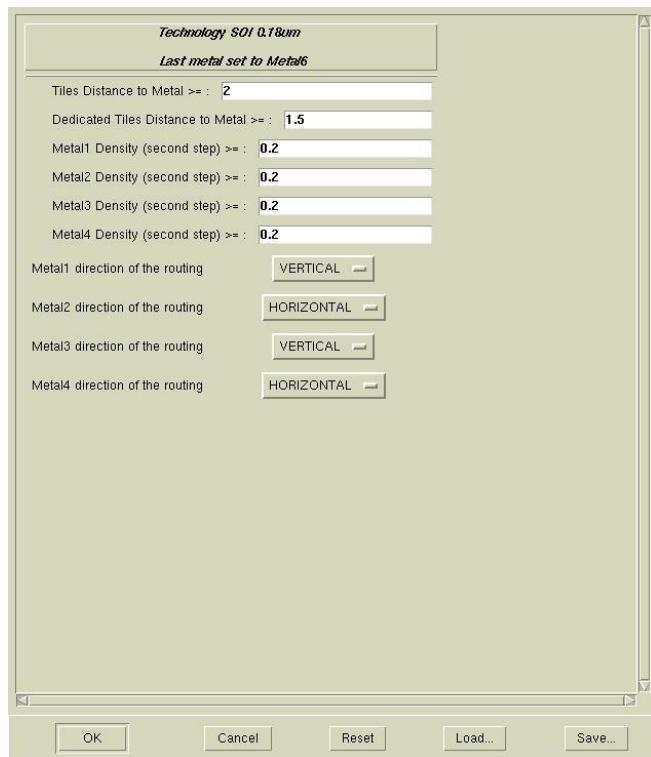

Рис. 12.2. Конфигурационное окно Calibre для “DRC Dummy”.
- 3) В открывшемся окне “New Configuration” нажать кнопку “Use Template...” и в появившейся форме выбрать “spectre” для поля “Name” (рис. 12.2).
- 2) После выбора *Run Dummy Generation* запустится Calibre и появляется окно конфигурирования, где можно задать необходимые установки для запуска DRC-процедуры и нажать кнопку “OK” (рис. 12.2).